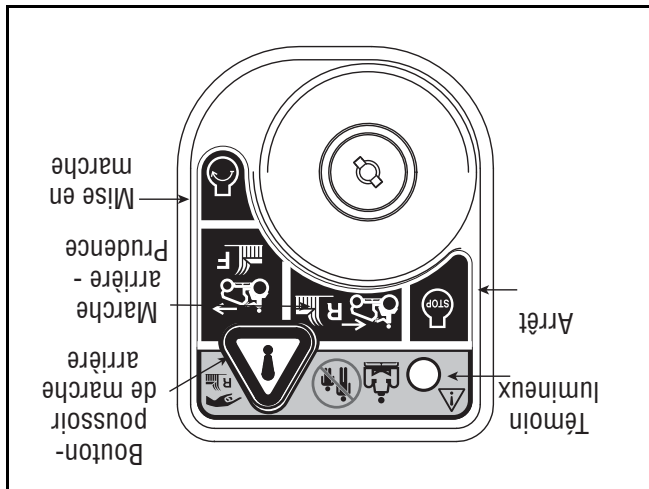

Figure 10
2. Déplacez la clé de la position « **NORMAL MOWING** » (Verte) (Tonte normale) à la position « **REVERSE CAUTION MODE** » (Blanc) (Marche arrière - Prudence). Voir la Figure 10.
3. Appuyez sur le **BOUTON-POUSSOIR DE MARCHÉ ARRIÈRE** (Bouton triangulaire orange) dans le coin supérieur droit du module d'allumage. Le témoin lumineux rouge dans le coin supérieur gauche s'allume quand la marche arrière est embrayée. Voir la Figure 10.